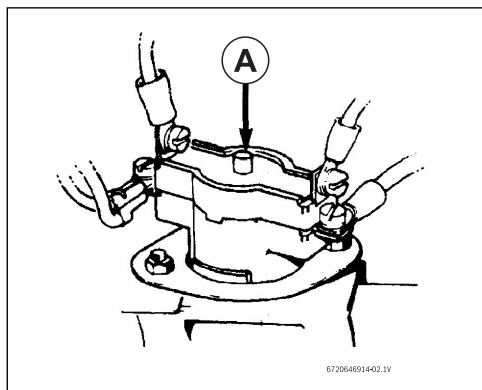

Fig. 2
- El corta circuitos se disparará sólo en circunstancias excepcionales (Fig. 2 ). Llame a su personal de servicio o Bosch Thermotechnology Corp. si esto sucede con frecuencia.